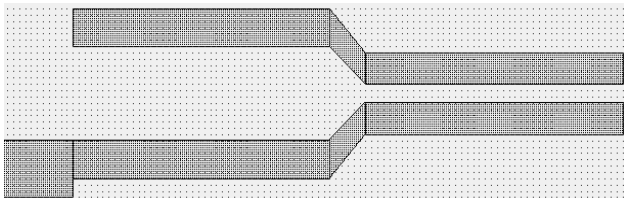

Рис. 5.88
- Установите курсор на скопированные проводники, нажмите левую кнопку мышки и подключите их нижнему проводнику (рис. 5.88).